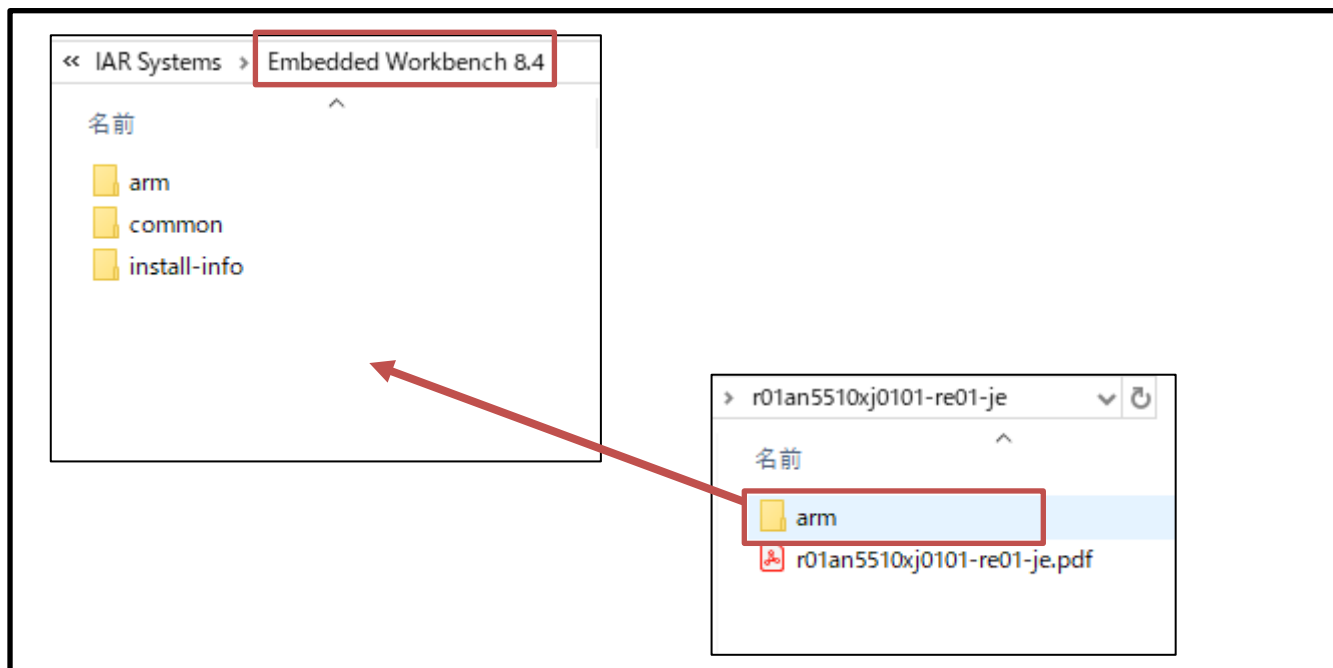

図 1 デバイスファイルパッチのコピー例
- すでにインストールされている EWARM のフォルダ arm に対して、解凍したファイルのフォルダ arm をコピーします (図 1 を参照)。ファイルを上書きするかを確認するメッセージが表示されるので、「はい」を選択します。